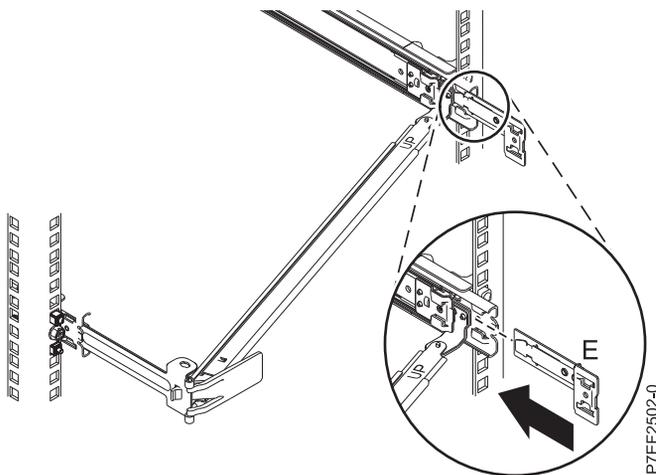

Abbildung 12. Erweiterungshalterung in der Schiene installieren
5. Schieben Sie die Erweiterungshalterung (E) in die rechte Schiene, bis der gefederte Stift einrastet. Einzelheiten finden Sie unter Abb. 12.